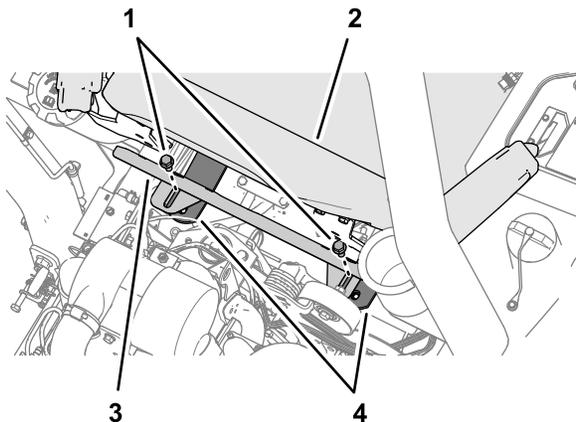

Figure 2
1. Derrière le siège de l'utilisateur, retirez les 2 vis à embase qui fixent l'écran pare-chauffeur et le tube transversal des barres du siège et déposez l'écran pare-chauffeur (Figure 2).